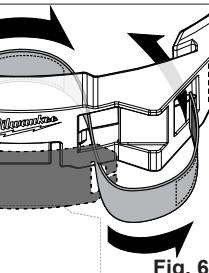

Fig. 6
- Loop the strapping through the light and refasten on the clip (Fig. 6).
- Faire passer les courroies à travers de la lampe et les resserrer sur le clip (Fig. 6).
- Enganche el amarre a través de la lámpara y vuelva a sujetar en el gancho (Fig. 6).